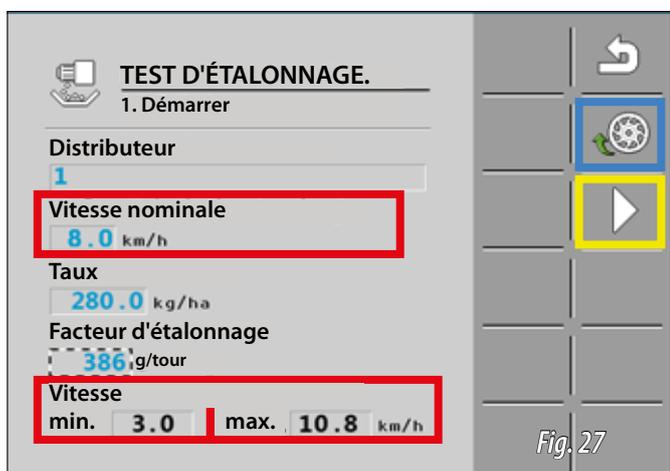

Fig. 27
**14-** Après avoir saisi les 3 valeurs, vérifier la vitesse nominale minimale et la vitesse nominale maximale sur l'écran du régulateur. Lorsque la vitesse souhaitée se situe entre ces deux valeurs (en rouge, Fig. 27), ouvrir la porte guillotine et la bloquer avec le boulon, remplir les cellules de dosage (cliquer sur l'icône de pré-remplissage, en bleu, Fig. 27), puis procéder au test (cliquer sur l'icône de démarrage, en jaune, Fig. 27).